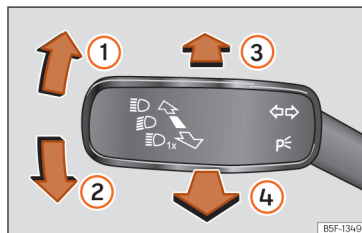

Fig. 102 Palanca d'intermitents i de llum de carretera.
- Des de la posició base, premeu cap endavant la palanca dels intermitents i llum de carretera >>> **fig. 102 ③**.
- **O BÉ:** si l'assistent del llum de carretera està connectat, estireu cap enrere la palanca dels intermitents i de llum de carretera >>> **fig. 102 4**.